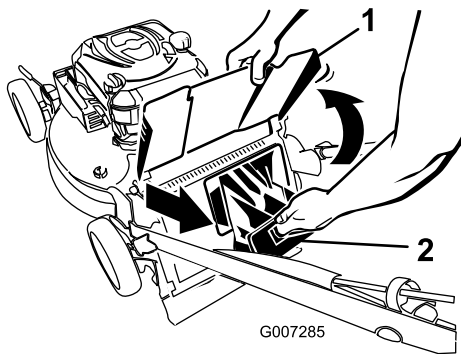

Bild 23
2. Heben Sie den Auswurfkanal an und halten ihn hoch (Bild 23).
3. Ziehen Sie die Heckauswurfklappe ab (Bild 23).